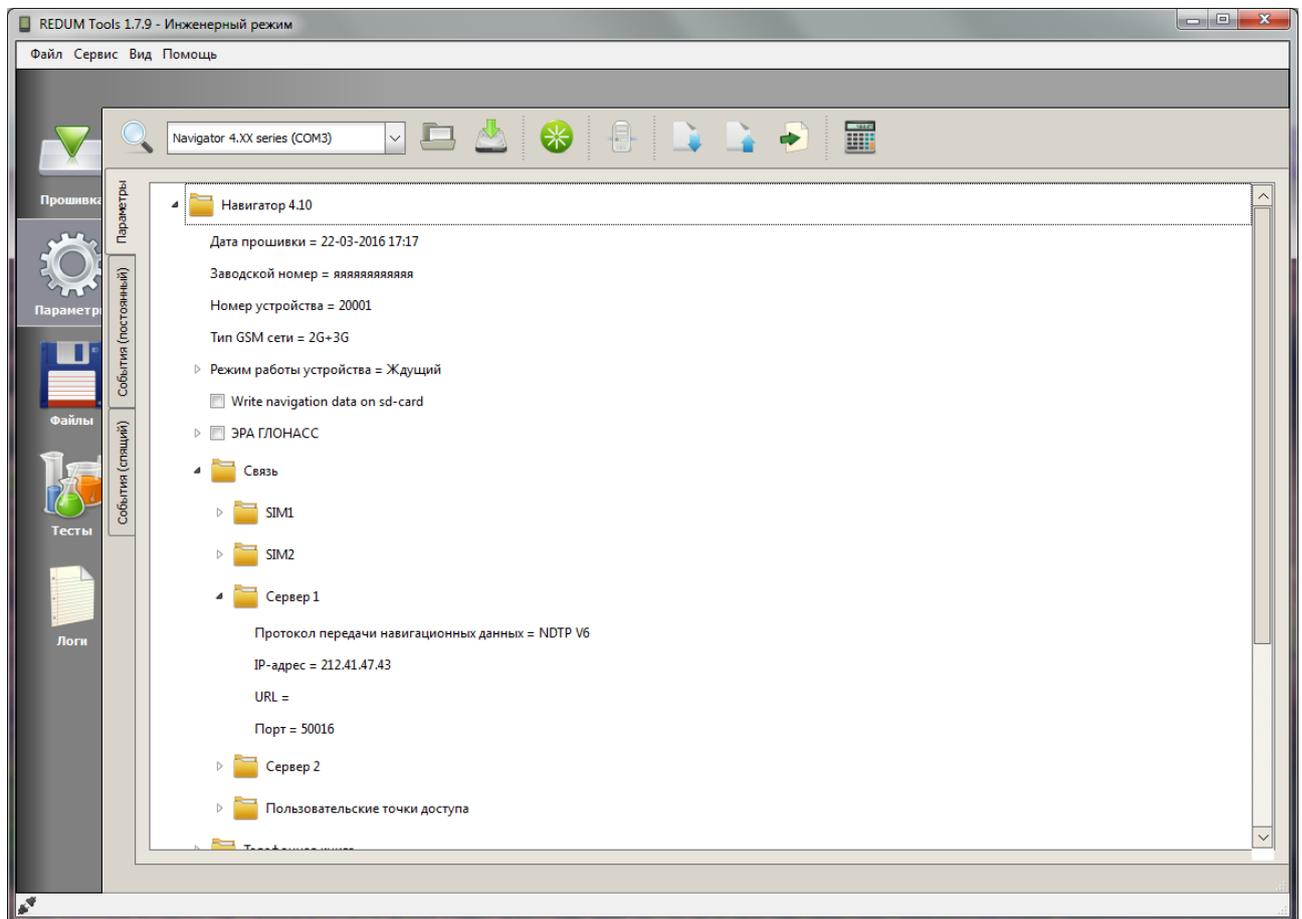

Рисунок 4 – Внешний вид вкладки «Параметры»
- загрузить дерево параметров изделия, нажав кнопку «». Дерево параметров отобразится в центральной части закладки «Параметры», рисунок 4. Вкладка «Параметры» содержит три дополнительные вкладки: «Параметры» - основные параметры изделия, описание параметров приведено в таблице 1; «События (постоянный)» - параметры настройки изделия в «постоянном» режиме работы, описание параметров приведено в таблице 2; «События (спящий)» - параметры настройки изделия в «спящем» режиме работы, описание параметров приведено в таблице 3. В таблице приведено описание только параметры доступные в данной модификации. В дереве параметров могут отображаться дополнительные параметры.